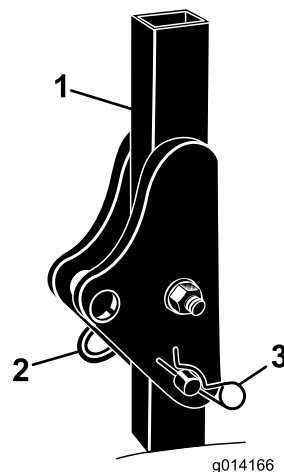

Рисунок 5
1. Извлеките игольчатые шплинты и снимите штифты с защитной дуги (Рисунок 5).
2. Поднимите защитную дугу в вертикальное положение, вставьте два штифта и закрепите их игольчатыми шплинтами (Рисунок 5).